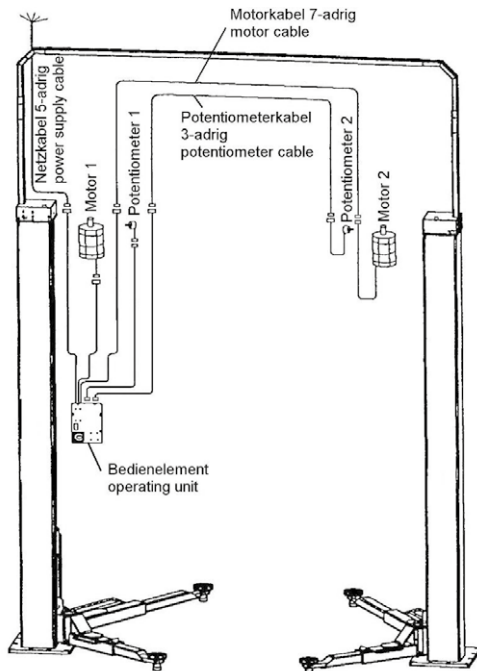

Bild 23: Kabelverlauf mit Verwendung von Steig- und Querrohr
- Kabel gemäß der Zeichnung (Bild 23) in dem Steig- und Querrohr der Hebebühne verlegen und die passenden Stecker zusammenfügen: